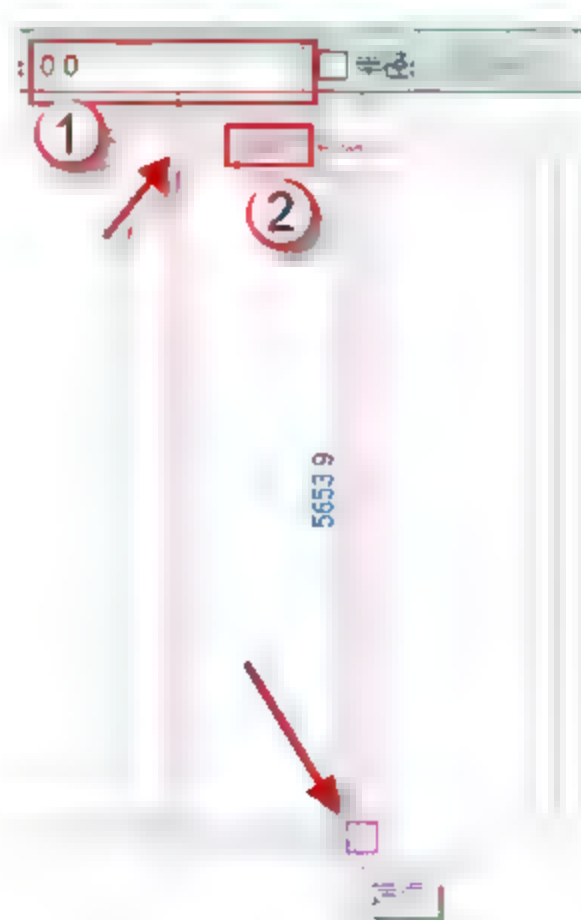

图 4.3.7 绘制3号板
(7) 绘制3号板,单击“矩形”按钮,绘制3号板,调整跨方向,将偏移量设置为0,单击√按钮,完成绘制,如图4.3.7所示。